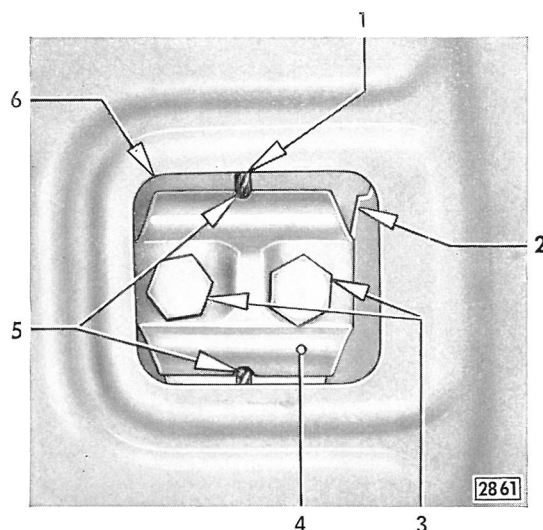

Bild 113 - Klemmlasche am Seil des Türfallfensters in Höhe des Montageloches gekurbelt
2. Türfallfenster in die Stellung kurbeln, in der es vom Seil abgeschraubt werden kann (112/6 und Bild 113).